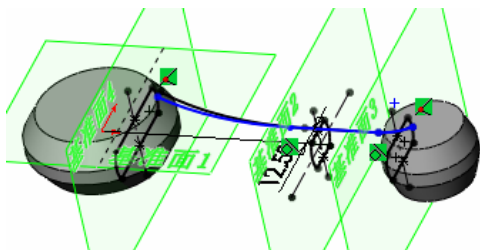
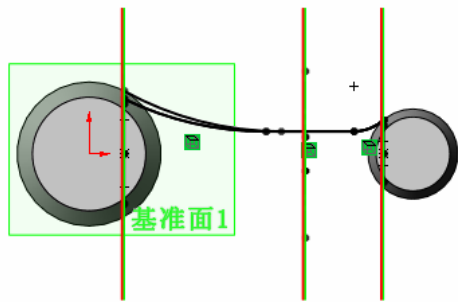

图 4-123 添加几何关系
图 4-124 转换实体引用
⑱ 添加几何关系。首先，删除草图上的实体转换引用图标，其次，使草图的小圆弧端点与第二个放样轮廓草图重合，使草图的大圆弧端点与第三个放样轮廓草图重合，并添加如图所示的相切关系，标注尺寸结果如图 4-123 所示，退出草图。
⑲ 绘制第二条引导线。新建草图。在 FeatureManager 设计树中选择“上视基准面”，单击“草图”工具栏中的“草图绘制”按钮，新建一张草图。
⑳ 投影。单击“草图”工具栏中的“转换实体引用”按钮，将第一条引导线草图投影到当前草图绘制平面，如图 4-124 所示。